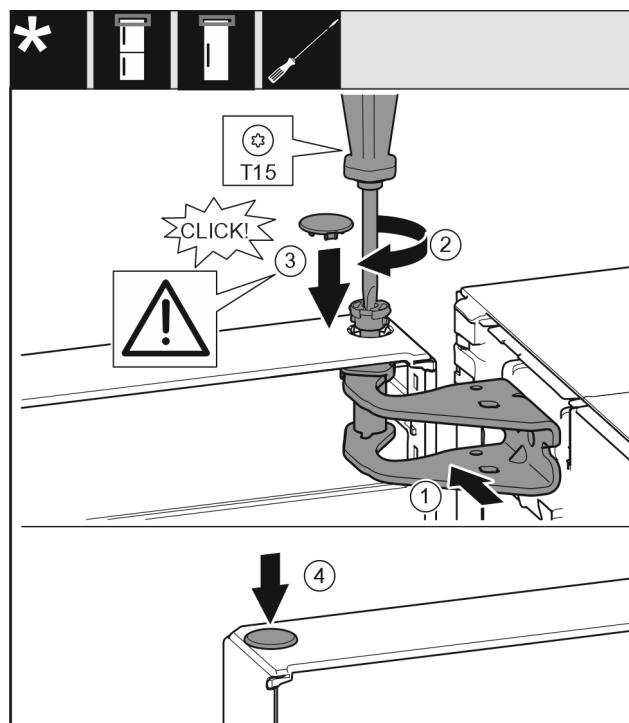

Fig. 23
- Выровняйте дверь вверху по отверстию в опорном кронштейне. Fig. 23 (1)
- Вставьте палец Fig. 23 (2) и затяните отверткой.
- Установите предохранительную крышку Fig. 23 (3) для защиты двери: вставьте предохранительную крышку и проверьте, прилегает ли она к двери. В ином случае вставьте палец полностью.
- ▶ Вставьте заглушку Fig. 23 (4).